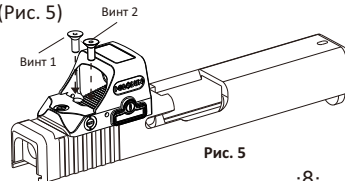

Рис. 5
2. Винтами из комплекта прицела или из комплекта кронштейна закрепите прицел на затворе. Посадите их на синий фиксатор резьбовых соединений и затяните с усилием 15 дюйм-фунт. (Рис. 5)